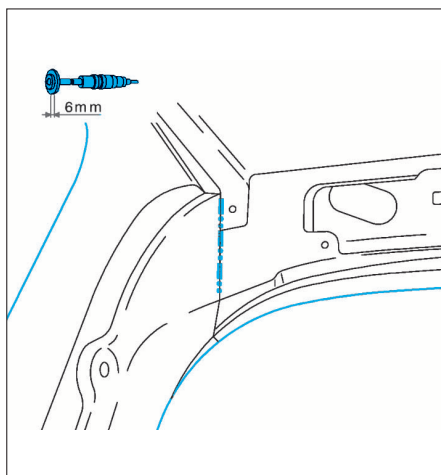

FIG. 158
- Meuler les cordons (Fig.158).